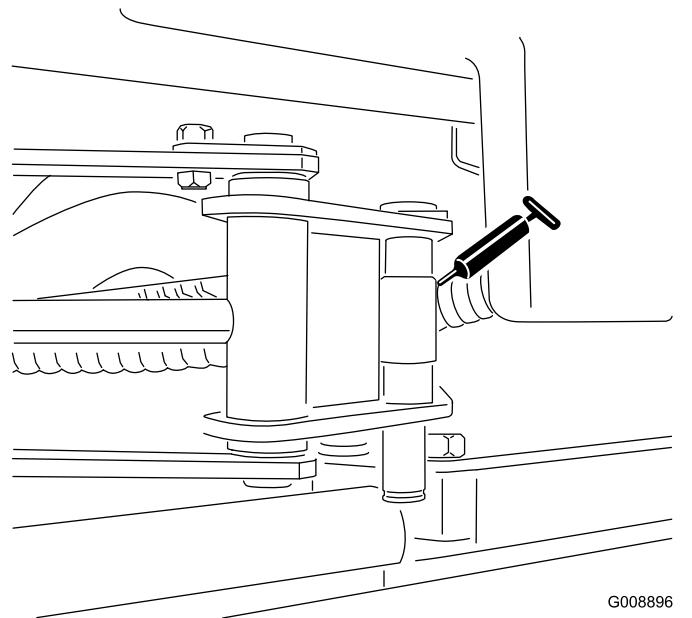

Figure 36
- 2 extrémités de vérin de Sidewinder (Figure 36)